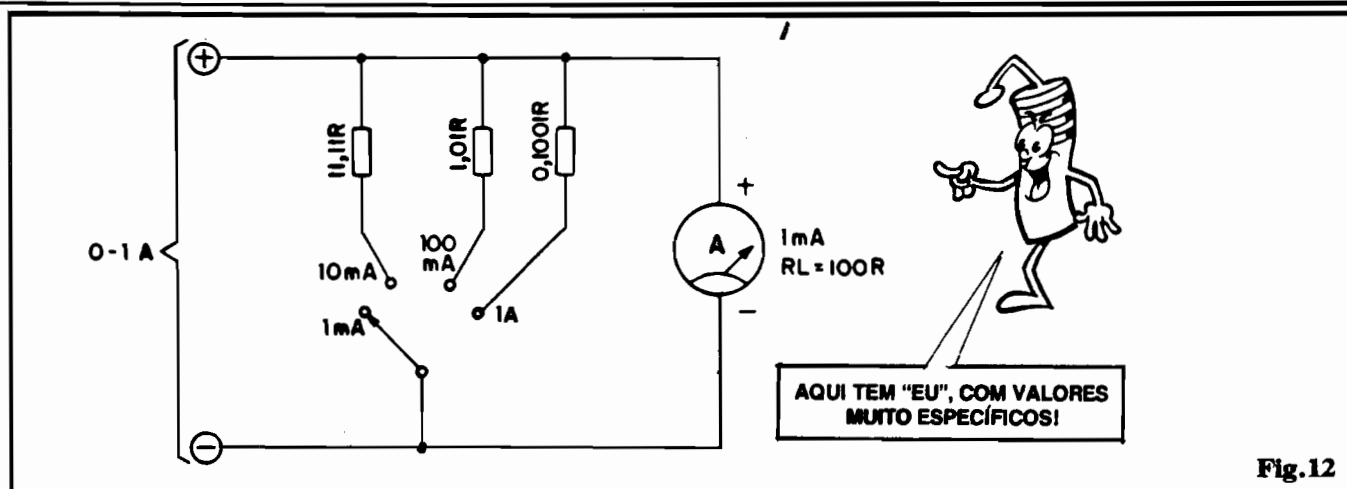

Fig.12
- **FIG. 12** - E dá também para (usando **um só** galvanômetro...) fazer "correntímetros" de múltiplas faixas, com diversos fundos de escala...? É claro que dá: basta (ver figura) aplicar vários resistores **shunt** (RS), de valores especialmente calculados, estruturando também um sistema de chaves ou de entradas independentes que facilite a opção no momento da utilização... Com o **mesmo** miliamperímetro de 0-1 mA usado nos exemplos anteriores, mais três resistores de valores específicos